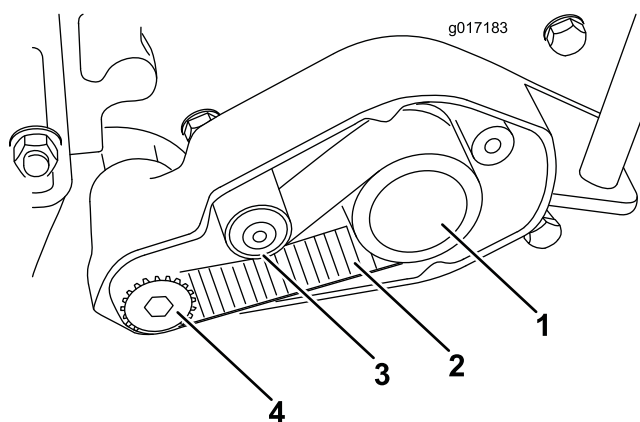

Figura 6
14. Enrosque a polia da transmissão à extensão do veio do cilindro do esquerda (Figura 6). Fixe o cilindro
15. Instale a correia da transmissão dentada em torno da polia de transmissão e da polia accionada e sob a intermédia posterior (Figura 6).
24. Verifique a tensão da correia de transmissão calcando-a num ponto intermédio entre a polia de transmissão e a polia accionada (Figura 6). Deverá ser necessária uma força de 2 a 4 kg para calcar no ponto intermédio da correia até obter 6 mm. Para ajustar a tensão, desaperte o parafuso de cabeça Allen articulado da polia intermédia posterior, rode a intermédia para obter a tensão adequada e aperte o parafuso de cabeça Allen com uma torção de 9 a 14 Nm.